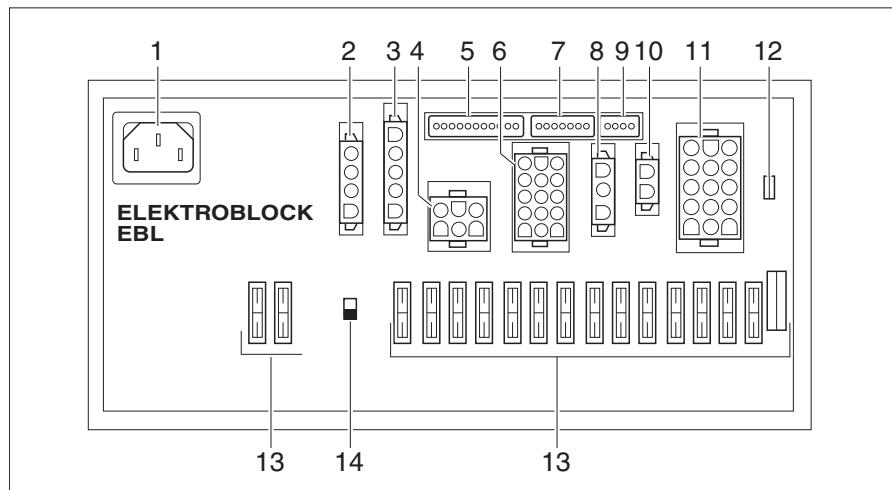

Fig. 264 Centralina elettrica (EBL 102)
Ubicazione	A seconda del modello, la centralina elettrica (Fig. 264) è montata nella console del sedile sotto il sedile del conducente o nella zona del garage o del gruppo sedile del bar (Globeline).
- ▷ L'interruttore staccabatteria (Fig. 264,14) disconnette dalla rete a 12 V tutte le utenze collegate alla centralina elettrica.